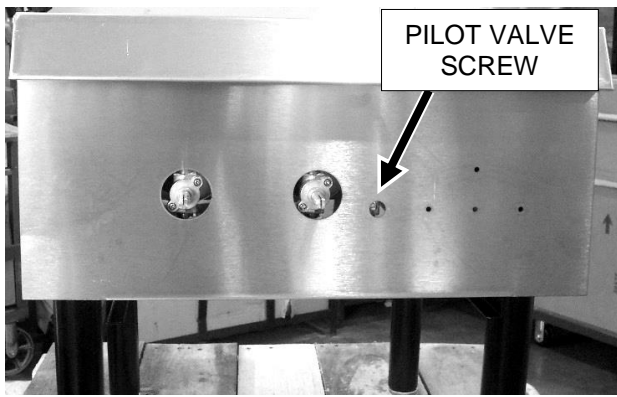
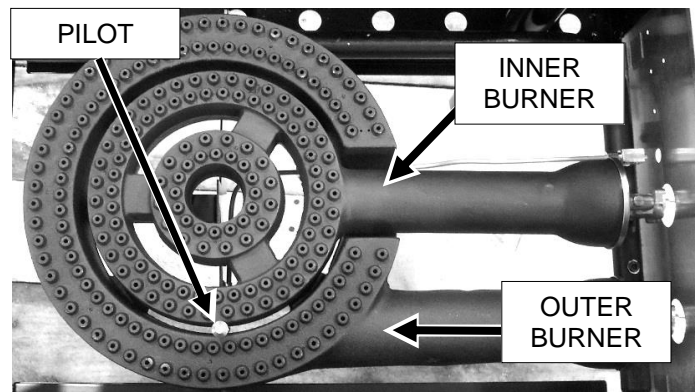

Fig. 5
Fig. 6
The burner is in two sections, controlled by two heavy duty infinite control valves. The center "Star" section (Fig. 6) is on separate burner with an input of 55,000 BTU/hr. It is controlled by the right burner valve knob. The outer circle of the burner (Fig. 6) is the other separate 55,000 BTU/hr input burner, controlled by the left burner valve knob.
3. Light standing pilot with a lit taper (see Fig 6). Adjust pilot to $\frac{1}{4}$ " high flame, if necessary, by turning pilot valve adjusting screw (see Fig. 5) counterclockwise to increase or clockwise to decrease flame.
Le brûleur est en deux sections, commandé par deux robinets de commande à service intense, à réglage infini. La section centrale « Star » (Fig. 6) est sur un brûleur séparé qui fournit un débit de 55 000 BTU/h. Il est contrôlé par le bouton de robinet du brûleur droit. Le cercle extérieur du brûleur (Fig. 6) est l'autre brûleur séparé qui fournit un débit de 55 000 BTU/h, commandé par le bouton de robinet du brûleur gauche.
3. Allumer la veilleuse permanente en utilisant une bougie conique (Fig.6). Régler la veilleuse à une hauteur de flamme de 6 mm (1/4 po), si nécessaire, en tournant la vis de réglage du robinet de veilleuse (Fig. 5) dans le sens inverse des aiguilles d'une montre pour augmenter la flamme ou dans le sens des aiguilles d'une montre pour la réduire.